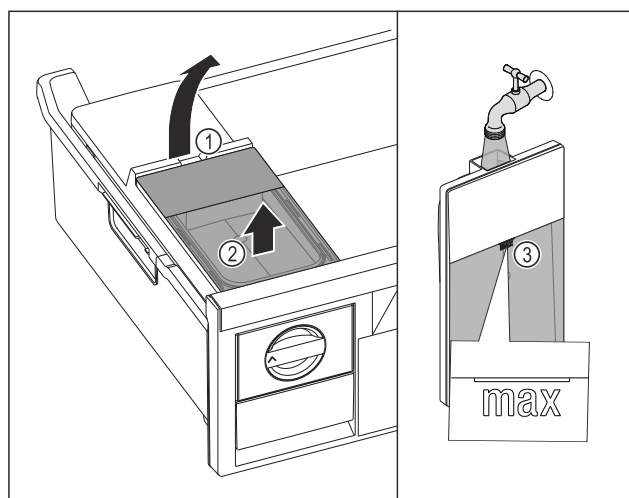

Fig. 156
- Soulever le réservoir d'eau par l'encoche Fig. 156 (1).
- Retirer le réservoir d'eau par le haut. Fig. 156 (2)
- Remplir le réservoir d'eau potable jusqu'au repère Fig. 156 (3).